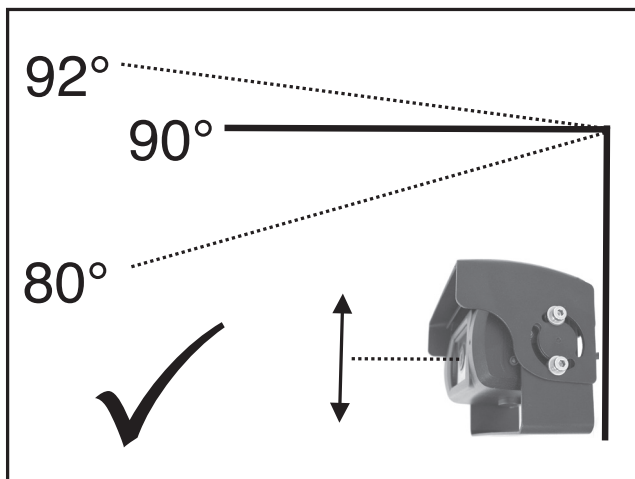

Figure 3
La caméra n'est pas adaptée pour le montage en suspension. La caméra doit être installée de manière fixe comme le montre la figure 3.
- Desserrez légèrement les vis de fixation des deux côtés (figure 1, point 8) pour ajuster l'angle d'inclinaison de la caméra. Lors de cette opération, assurez-vous que le cache de protection de la caméra (obturateur) puisse être déplacé librement. Une fois que vous avez ajusté la caméra, vissez de nouveau les vis des deux côtés. Veillez également tenir compte de la figure 3.